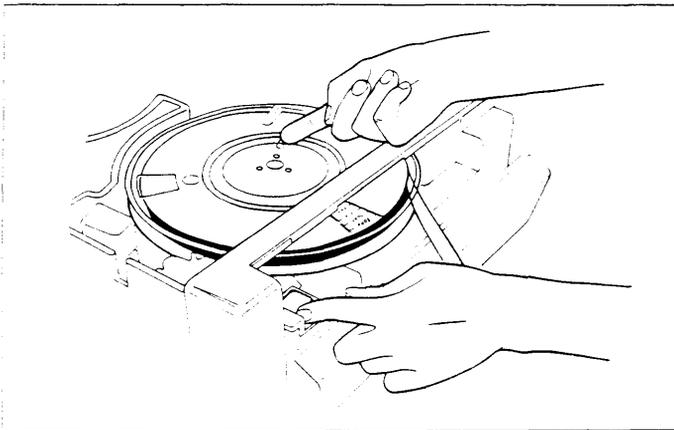

Bild 4 Manuelles Einlegen einer Bandschleife und Verriegeln
AUTOLOAD OVERRIDE ist ein mechanischer Schalter, an den Sie durch Öffnen der Fronttür des Geräts gelangen. Sie können mit diesem Schalter den Verriegelungsmechanismus der Abwickelspule freigeben, indem Sie auf den Schalter drücken und gleichzeitig die Spule im Uhrzeigersinn drehen. Wenn Sie auf den Schalter drücken und gleichzeitig die Spule gegen den Uhrzeigersinn drehen, rastet der Verriegelungsmechanismus ein (siehe Bild 4).
4. Drücken Sie die rote Taste AUTOLOAD OVERRIDE an der linken unteren Seite der Frontöffnung, um ein manuelles Verriegeln der Vorratsspule zu ermöglichen. Drehen Sie die Spulenaufnahme gegen den Uhrzeigersinn kräftig, bis Sie den deutlich spürbaren Verriegelungswiderstand überwunden haben (siehe Bild 4). Die Spule ist nun mit der Spulenaufnahme verriegelt.